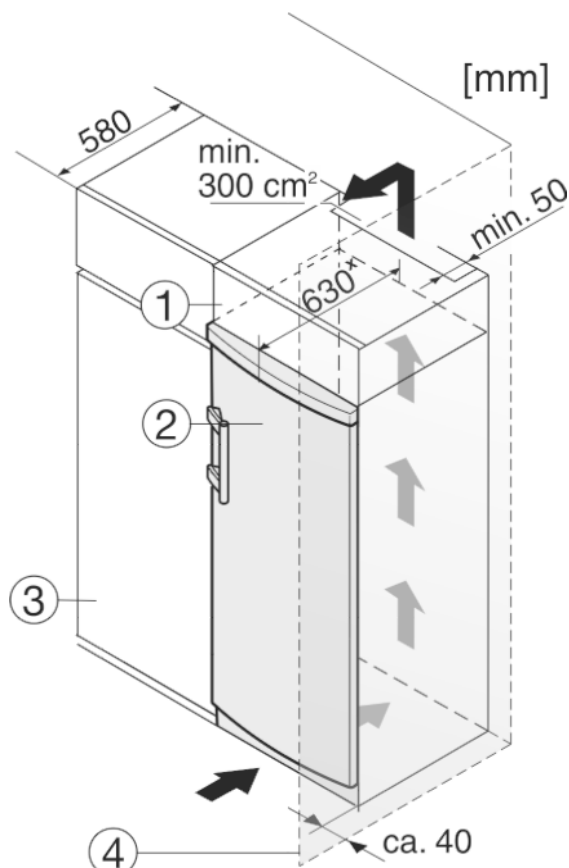

Fig. 9
- (1) Nastavná skříňka (3) Kuchyňská skříň
(2) Přístroj (4) Stěna
Spotřebič lze zabudovat do kuchyňských skříní. K vyrovnání spotřebiče Fig. 9 (2) na výšku kuchyňské linky lze na přístroj nasadit nástavec Fig. 9 (1).
Při montáži do kuchyňských skříní (hloubka max. 580 mm) lze přístroj instalovat hned vedle kuchyňské skříně Fig. 9 (3). Přístroj přesahuje přední stěnu kuchyňské skříně na stranách o 34 mm* a uprostřed o 50 mm*.
Když se přístroj instaluje závěsy vedle stěny Fig. 9 (4), musí být vzdálenost přístroje od stěny alespoň 40 mm. To odpovídá přesahu madla při otevřených dveřích.